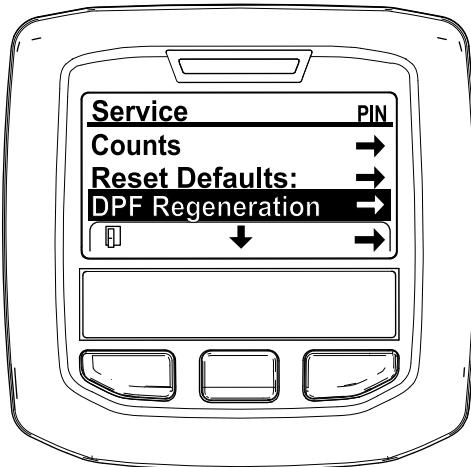

図 32
- 整備メニュー SERVICE MENU で、中央ボタンを押して DPF 再生 DPF REGENERATION へ移動し、右ボタンで DPF 再生 DPF REGENERATION を選択する 図 32。